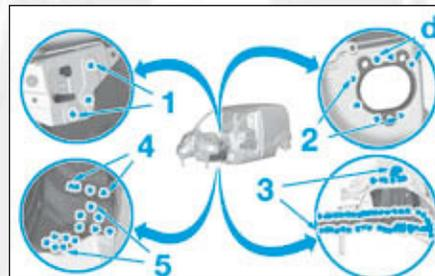

FIG.51
- en (1), (2) et (4) sur 2 épaisseurs de tôle les points électriques (Fig.51),
- en (3) et (5) sur une épaisseur les points électriques.